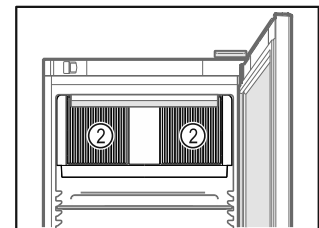

Fig. 48
- ❑ Hoidke ringlusõhupuhuri ventilatsioonipilud Fig. 48 (2) siseruumis vabad.